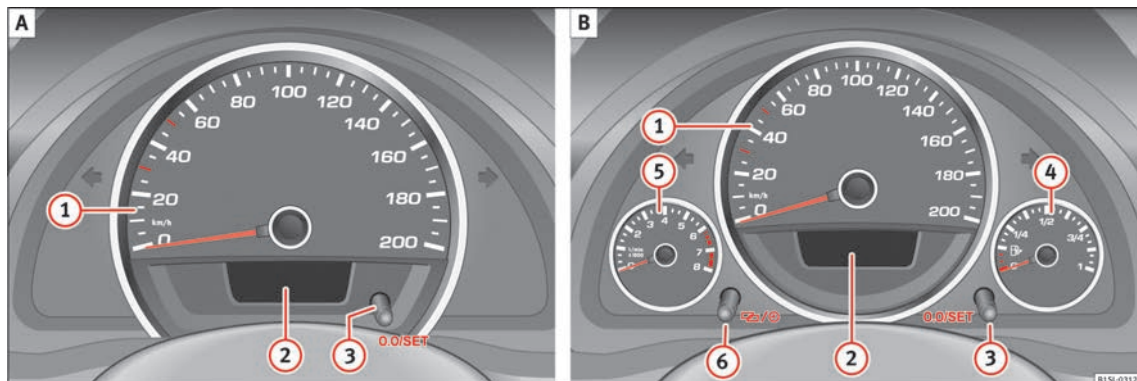

Fig. 95 Cuadro de instrumentos, en el tablero de instrumentos: variante 1 (A) y variante 2 (B).
» fig. 95:
En la pantalla del cuadro de instrumentos » **fig. 95 2** se puede mostrar diferente información dependiendo del equipamiento del vehículo:
» fig. 95 ②.